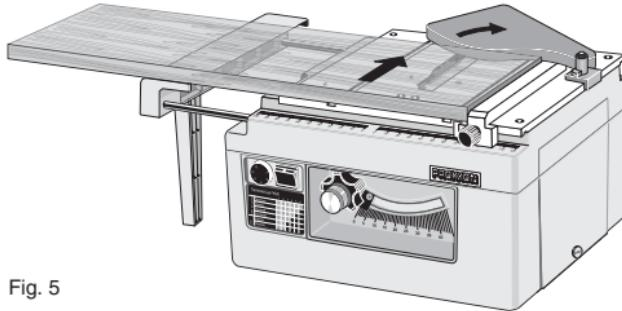

Fig. 5
3. Nach dem Einschalten der Maschine das Werkstück langsam wie in Fig. 5 gezeigt, bewegen. Achten Sie darauf, dass die Schutzhülle sich richtig mitbewegt. Achten Sie ebenfalls sorgfältig auf eine sichere Auflage des Werkstücks !
3. After switching on the machine, move the work-piece slowly, as shown in fig. 5.
3. Après la mise en circuit de la machine, bougez la pièce à usiner lentement comme indiqué dans la fig. 5 en veillant à ce que le capot de protection bouge correctement en même temps. Veuillez également attentivement à ce que le support de la pièce à usiner soit sûr.